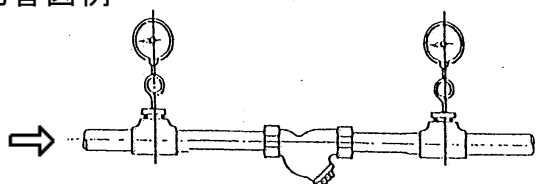

図1
- (1)ストレーナの前後に圧力計を取り付けると、差圧により目づまりの状態を知ることができます。[8. 配管図例 図1参照]
- (2)取付けは、キャップ部が下向きになるようにしてください。[8. 配管図例 図1参照]